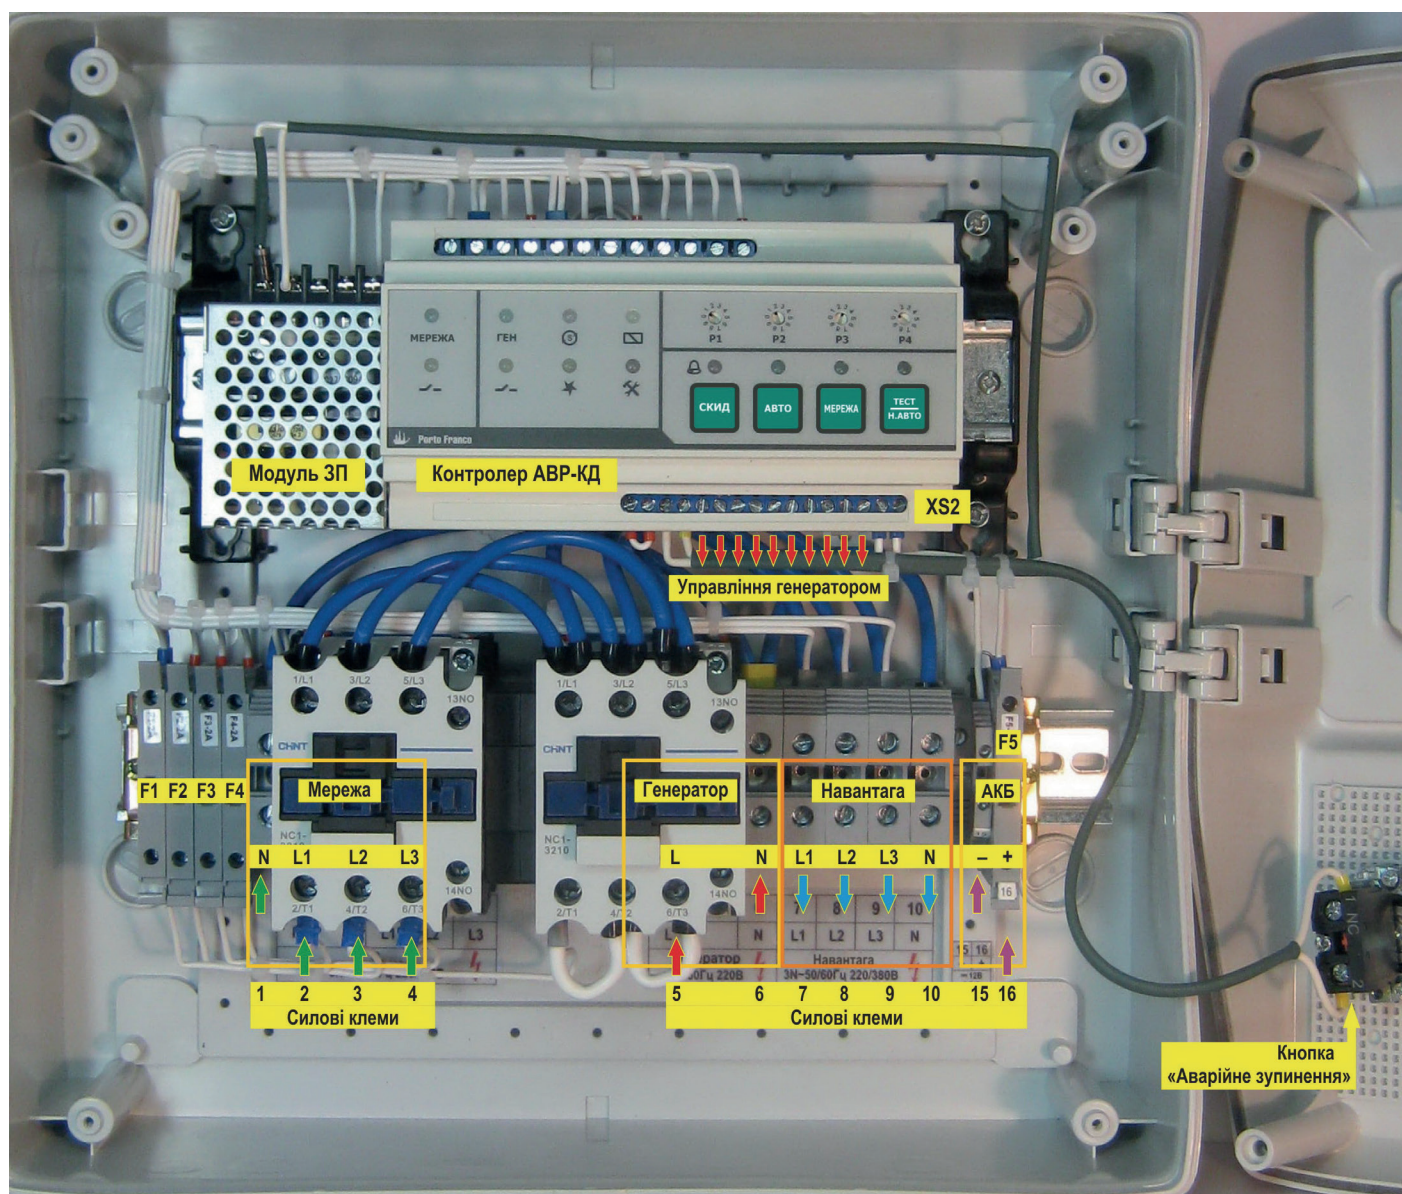
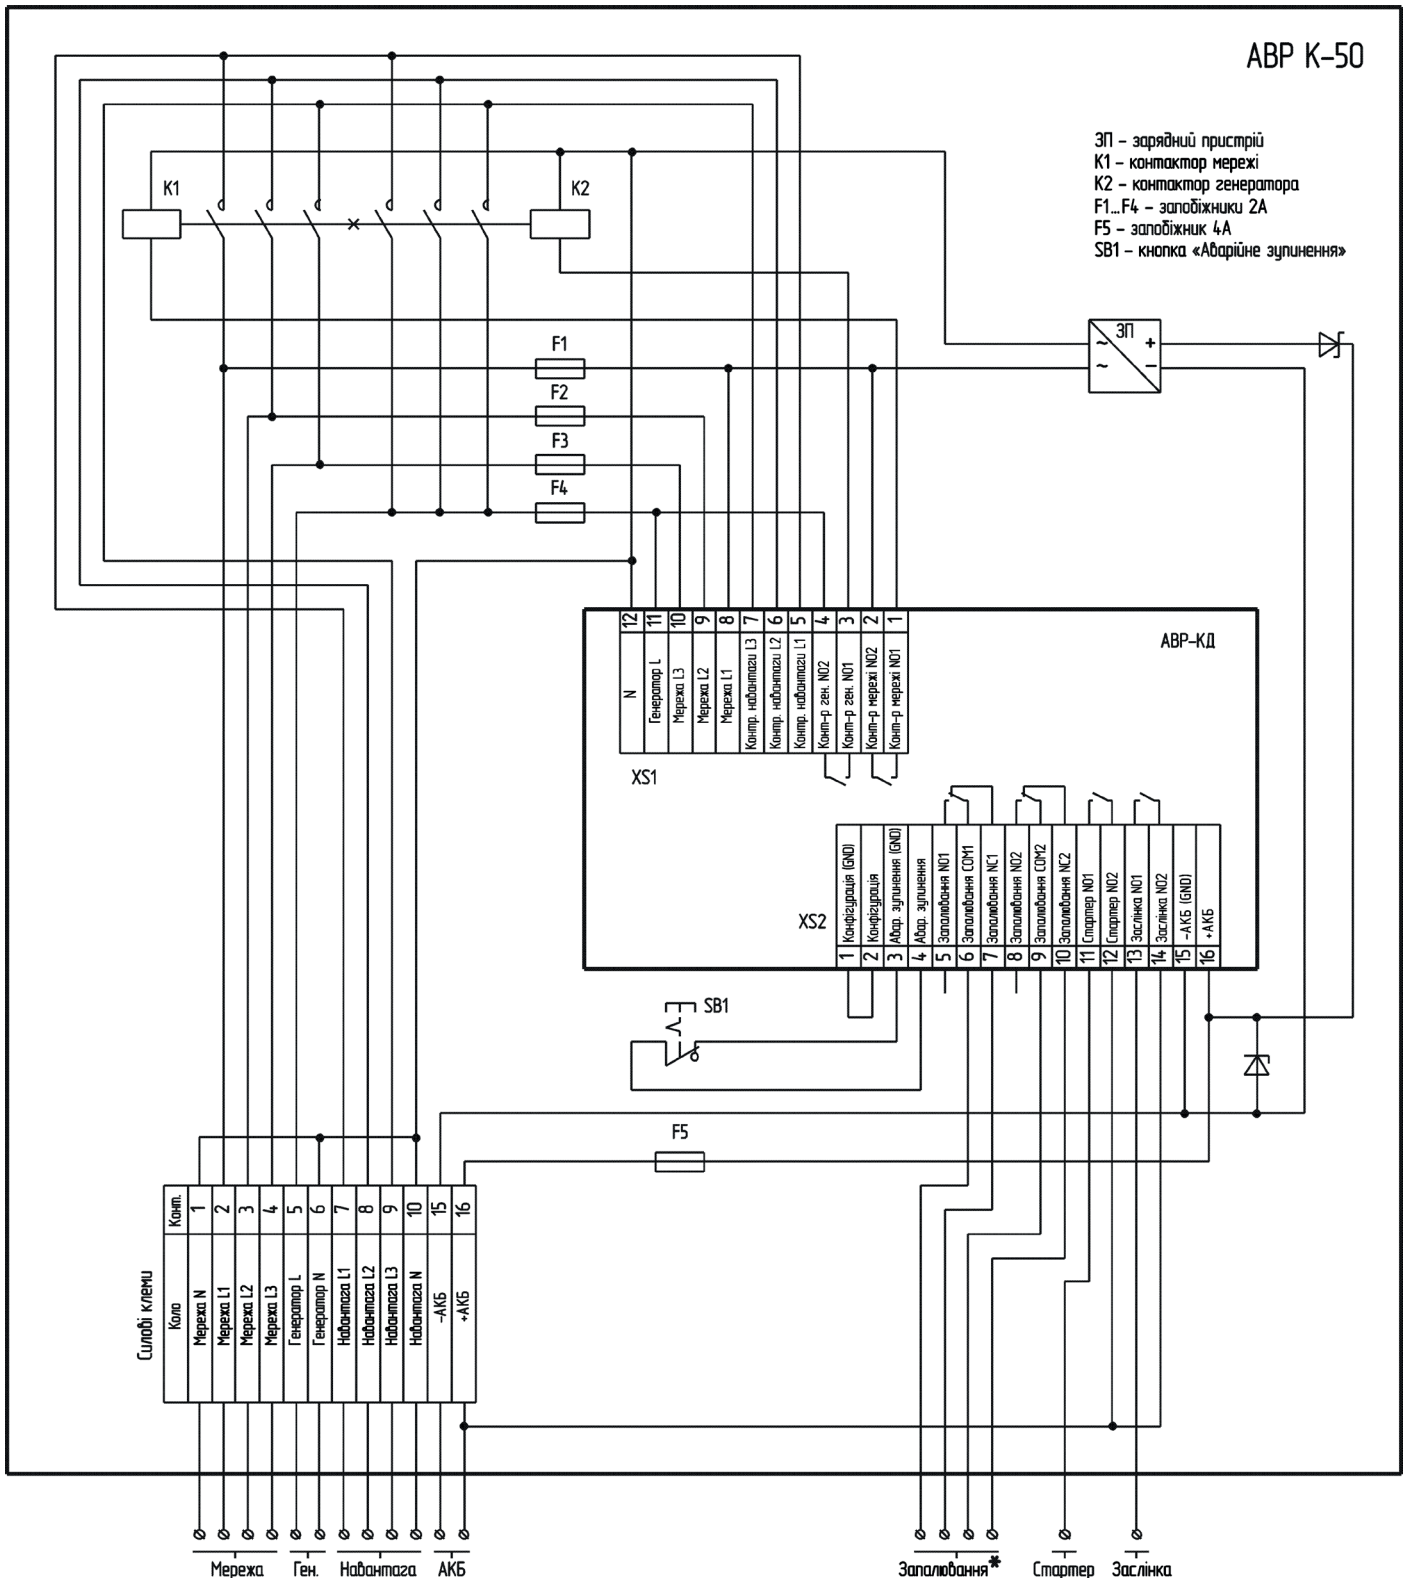
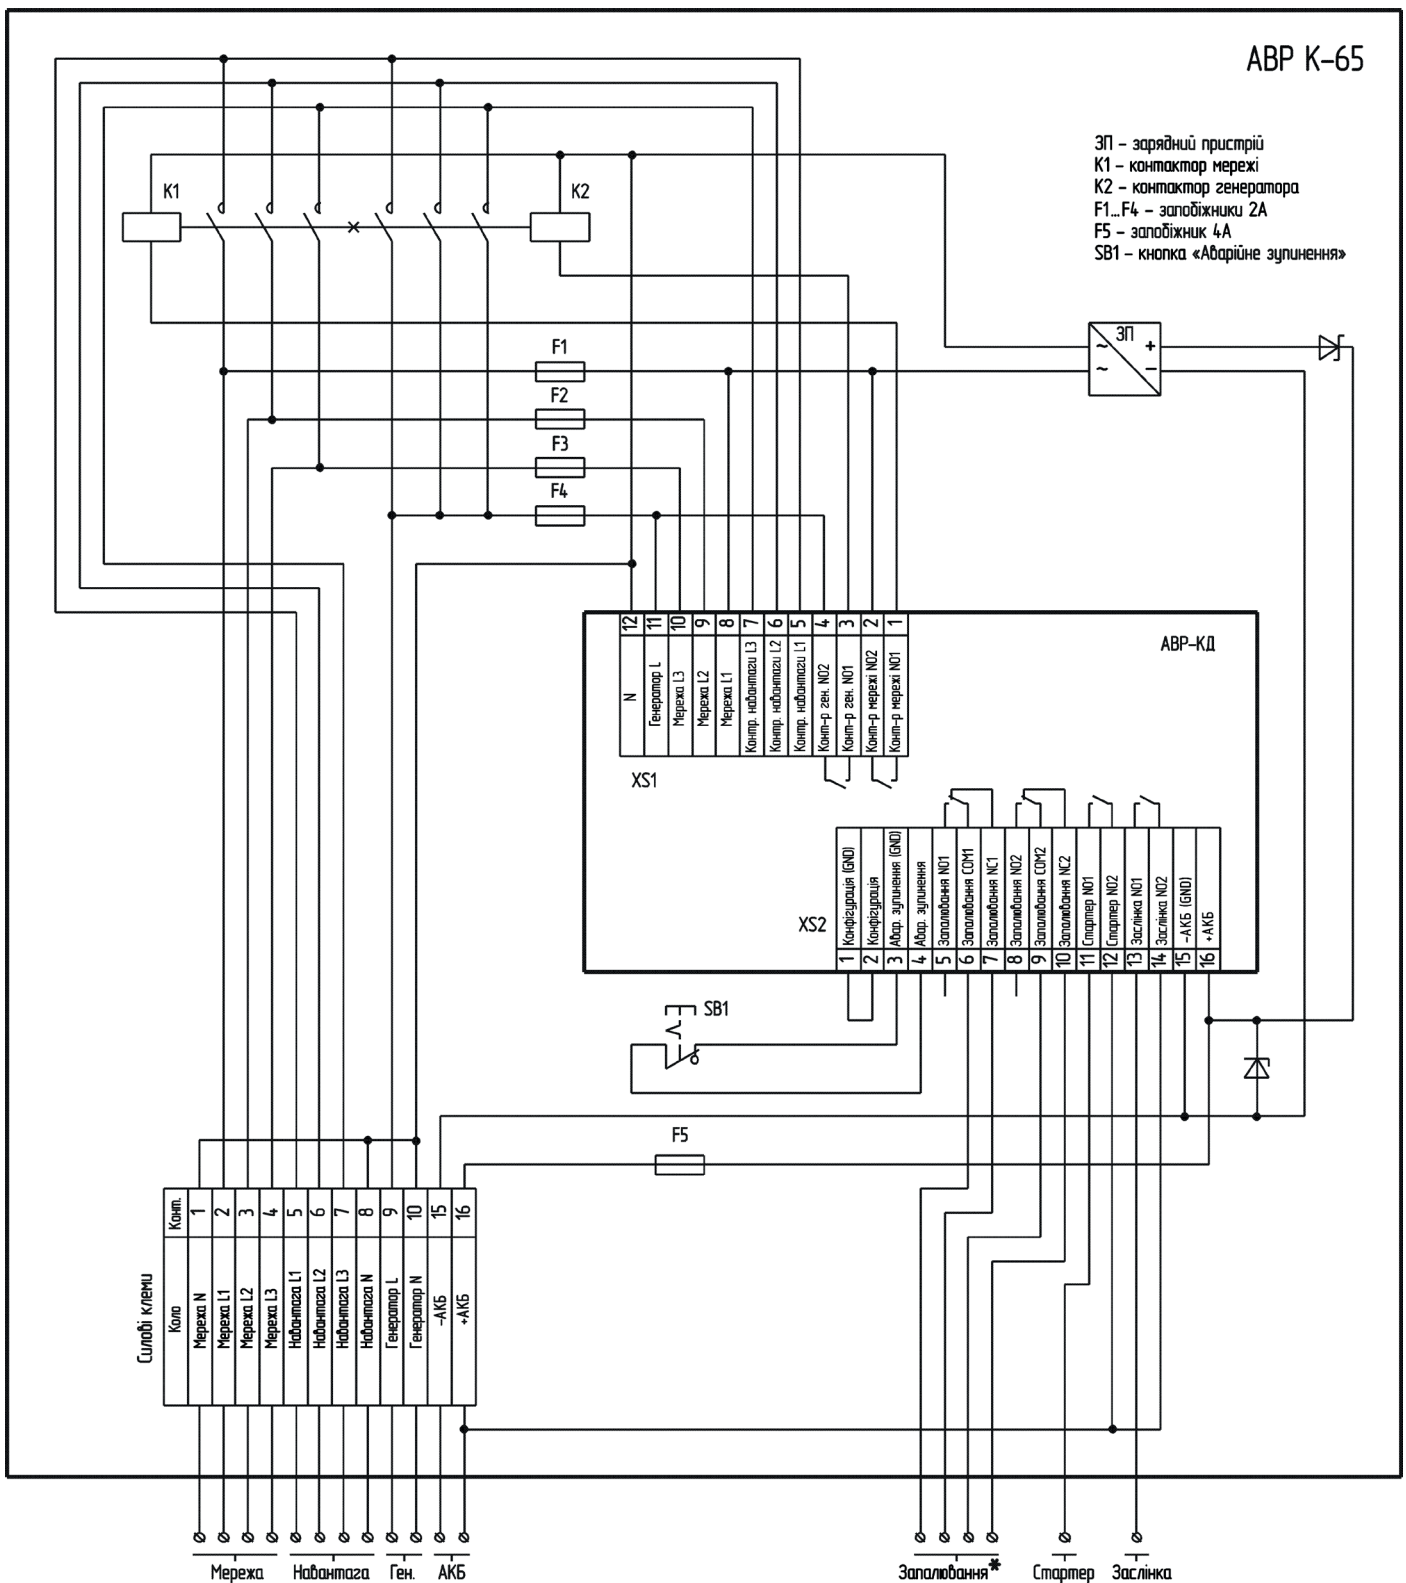

Рис. 6.1 – Внутрішня конструкція і зовнішнє підключення АВР К-50\*
Рис. 6.3 – Приклад схеми підключення контролера ABP K-50 для трифазної мережі
Рис. 6.5 – Приклад схеми підключення контролера АВР К-65 для трифазної мережі
6.2.1 Внутрішню конструкцію контролера показано на рис. 6.1, 6.2. Список запобіжників зазначено в таблиці 6.1. Призначення контактів силових клем представлено в таблицях 6.2, 6.3. Призначення контактів клем управління генератором представлено в таблиці 6.4. Рекомендовані схеми підключення для контролера АВР К-50 представлено на рис. 6.3, 6.4, а для контролера АВР К-65 – на рис. 6.5, 6.6.